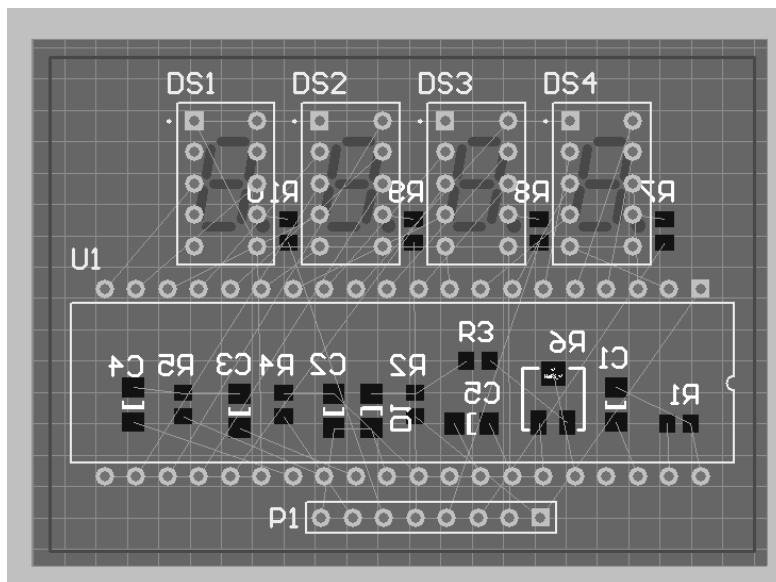

图 7.87 布置完成后的 PCB 板
(5) 采用步骤(3)~(4)的方法，将其他贴片元件布置到 PCB 板背面，然后调整元件的位置，布置完成后的 PCB 板如图 7.87 所示。